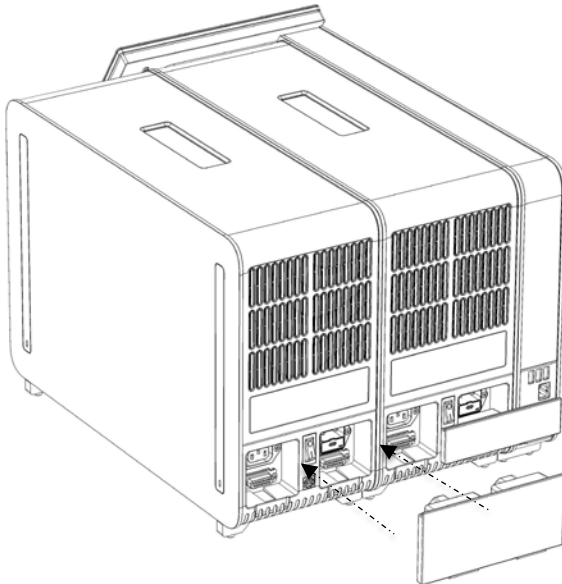

Figura 18. Collegamento del ponte moduli analitico/analitico.
6. Collegare il ponte moduli analitico/analitico sul retro del QIAstat-Dx Analyzer 1.0 per collegare tra loro i due moduli analitici (Figura 18).